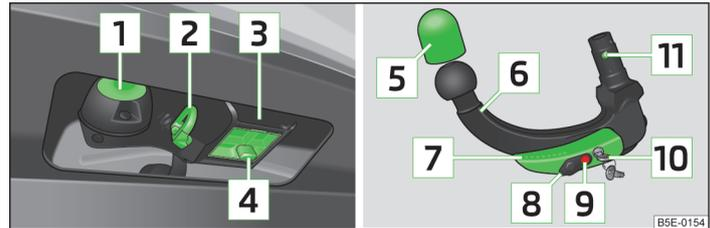

Abb. 146 Träger der Anhängervorrichtung / Kugelstange
- Die Kappe **4** » Abb. 146 auf Seite 157 nach unten abziehen.
- Die Abdeckkappe **4** » Abb. 146 auf Seite 157 auf den Aufnahmeschacht stecken.